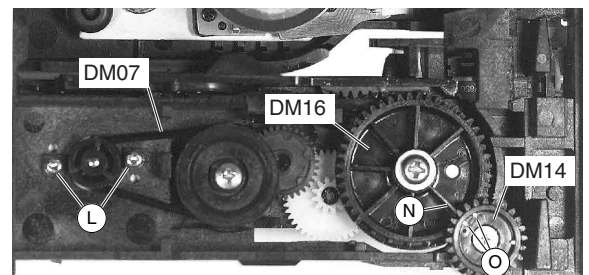

Fig. 10
- Zahnrad DM14 (Fig. 10) so drehen, dass zwischen den Markierungen (O) der Steg (N) des Zahnrades DM16 gegenüber steht.
- Turn the toothed wheel DM14 (Fig. 10) so that it faces on the rib (N) the toothed wheel DM16 between the marks (O).
- Riemen DM07 (Fig. 10) abnehmen.
- 2 Schrauben (L) (Fig. 10) herausdrehen und Lademotor herausnehmen.
- Remove the belt DM07 (Fig. 10).
- Undo the 2 screws (L) (Fig. 10) then remove the loading motor.